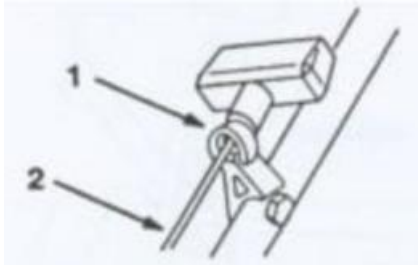

Figura 2 (1: Guía de la cuerda de arranque; 2: Cuerda de arranque).
2. Tire de la cuerda de arranque a través del anillo guía de la misma (Figura 2)